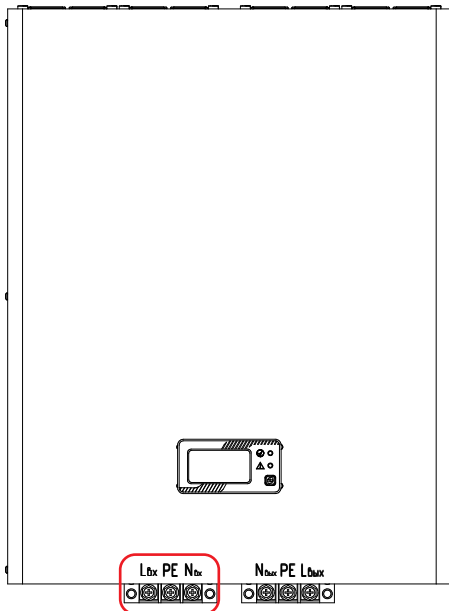

Рисунок 32. Стабилизаторы Штиль IS8000 и IS10000. Выводы «Вход L-PE-N»
- у моделей IS8000, IS10000 с помощью выводов «Вход L-PE-N» (**рисунок 32**);